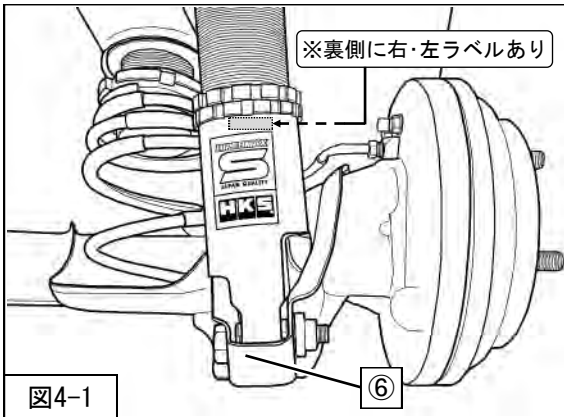

図4-1
を車両に取付けてください。（図4-1）
※取付けの際、リアショックアブソーバASSY（同梱品）本体に貼付けてあるラベルで右・左を確認して車両に取付けてください。（図4-1）
4. ⑥リアショックアブソーバASSYロア取付ボルトを仮付けしてください。（図4-1）
7. 車両をジャッキからおろし、⑥リアショックアブソーバASSYロア取付ボルト（締付トルク：75N・m）を本締めしてください。（図4-1）